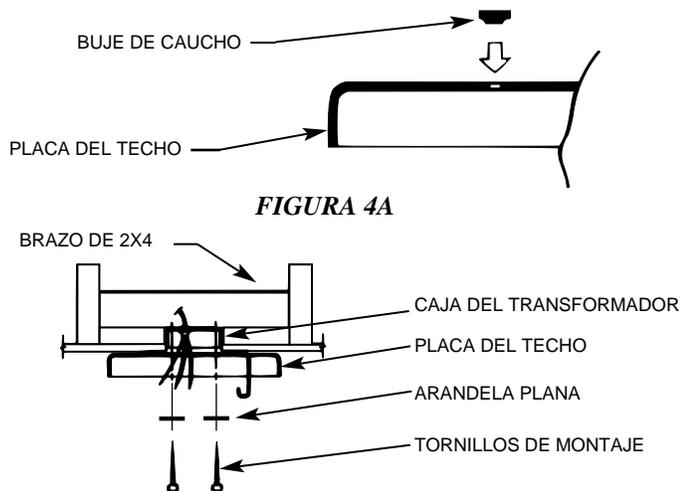

FIGURA 4B
B. Pase el alambrado por los huecos de la placa y instale la placa al brazo de madera de 40mm X 80mm que sirve de soporte a la caja de el transformador. Use 2 tornillos #10 de 75mm de largo y (2) arandelas planas para montarlo. Taladré (2) huecos pilotos para los tornillos de montadura 3,6mm de diámetro. Ver Figura 4B.